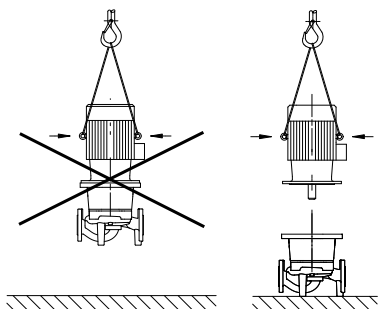

Fig. 20: Transport af motoren
- Løfteringe på motoren må kun anvendes til at bære motorlasten og ikke til at bære hele pumpen (fig. 20).